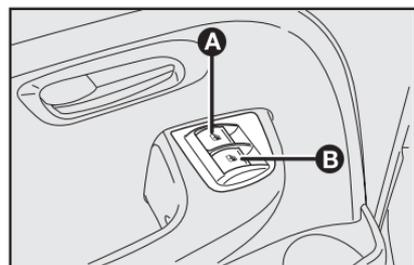

fig. 81
Para algumas versões, no apoia-braço da porta do lado do motorista **fig. 81** há duas teclas que comandam, com a chave de ignição em **MAR**:
**A-fig. 81** - vidro esquerdo
**B-fig. 81** - vidro direito.